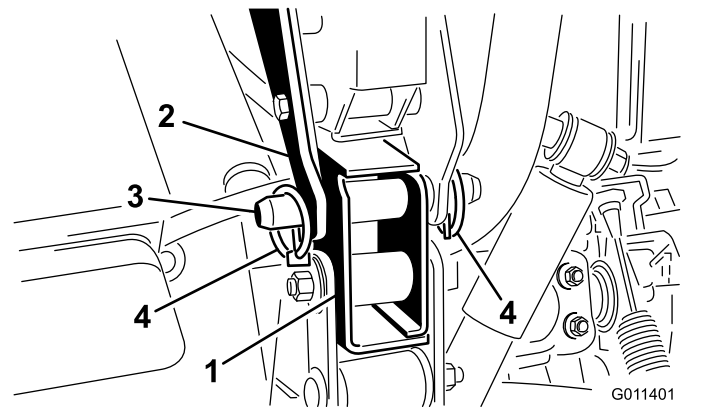

**Figure 7**
4. Fixez une entretoise de montage au sommet de chaque patte du cadre d'attelage à l'aide de la vis, des 2 rondelles plates et du contre-écrou retirés précédemment (Figure 7).
6. Placez la machine sur le cadre du Workman en alignant les trous des supports de fixation arrière et les trous de chaque côté du cadre (Figure 7).